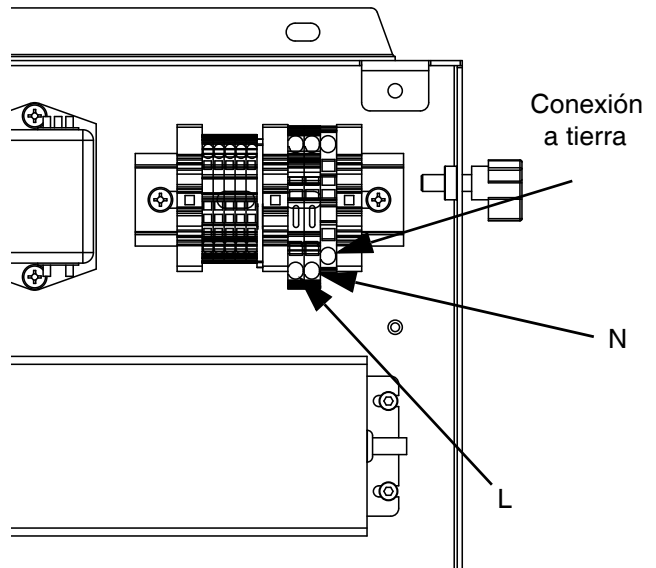

FIG. 14: Cableado de 100-240 VCA
- Para información sobre el cableado de 100-240 VCA, consulte FIG. 14.